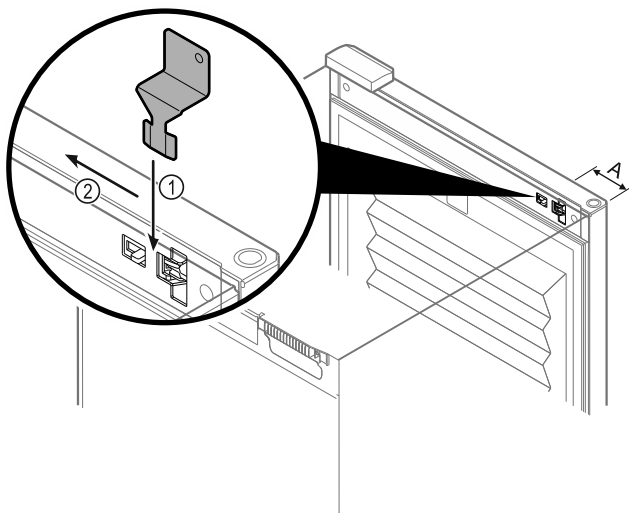

Fig. 133
- Umiestnite kľúč na núdzové odomknutie na zadane miesto Fig. 133 (A) ≈ 100 mm.
- Kľúč na núdzové odomknutie Fig. 133 (1) zasuňte zhora medzi dvere a teleso zariadenia až na doraz.
- Vytiahnite kľúč na núdzové odomknutie smerom k závesu. Fig. 133 (2)